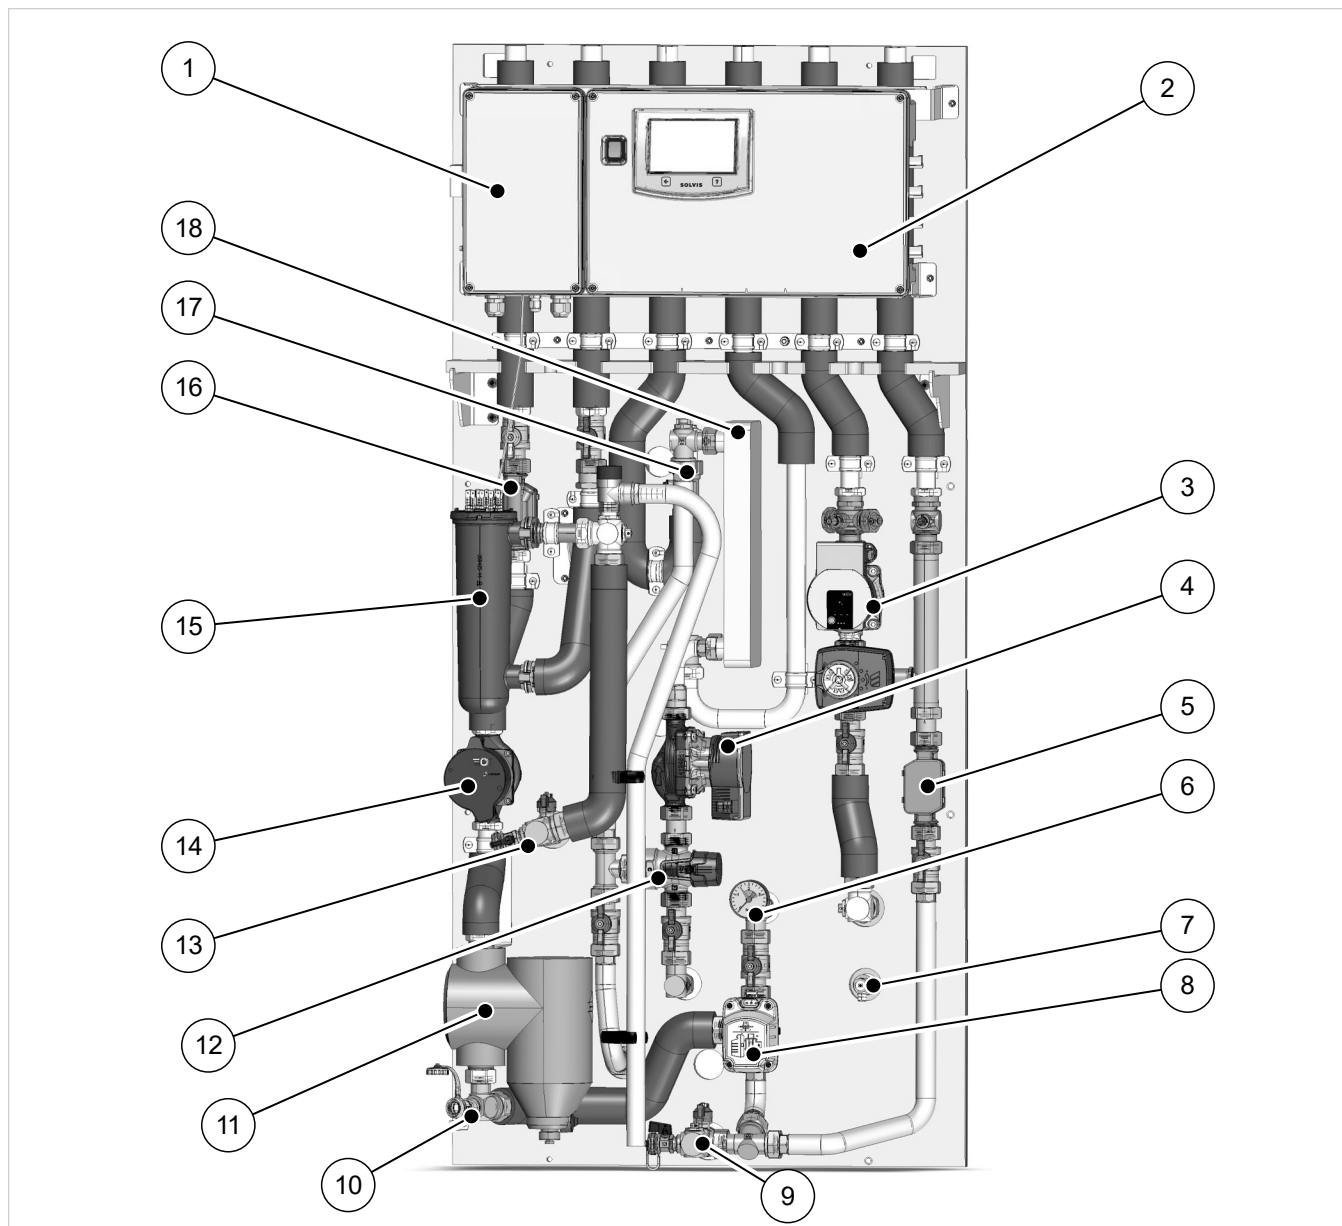

Fig. 13: Panoramica del modulo di carica SolvisLeo con HKS-G-4,0 integrato
1. Estrarre lo sfiato dalla confezione di montaggio allegata e montarlo sull'attacco dell'accumulatore previsto a tale scopo (vedi → fig. 13, pag. 13).